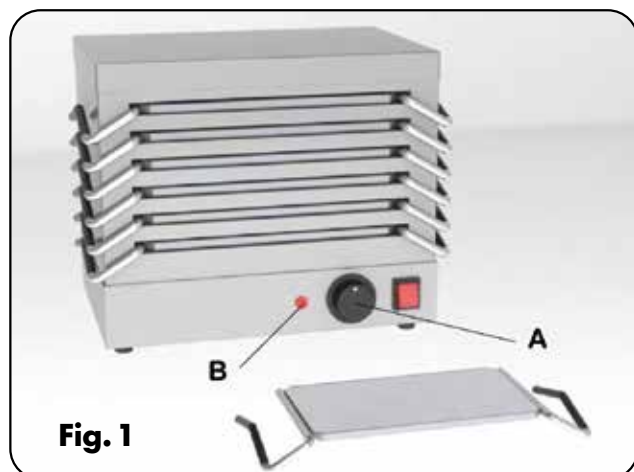

Fig. 1
2. Faire pivoter le thermostat (A fig.1) jusqu'à le placer sur la température souhaitée.
Le témoin lumineux s'allumera (B fig.1) et ne s'éteindra qu'une fois atteinte la température programmée.
1. Placer le thermostat (A fig.1) en position "0", et contrôler que la témoin lumineux de thermostat s'éteint (B fig.1).
2. Den Thermostat knebel (A Fig.1) bis zur gewünschten Temperatur-Einstellung drehen. Die Kontrolllampe (B Fig.1) leuchtet auf und erlischt, sobald die eingestellte Temperatur erreicht ist.
1. Den Thermostat knebel (A Fig.1) auf Position "0" stellen und sich vergewissern, dass die Kontrollleuchte erlischt (B Fig.1).